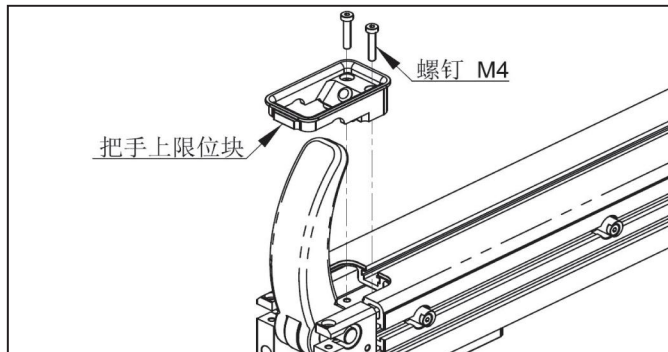

图 9-7
(7) 如图 9-7，拆下锁紧把手前方的 2 个螺钉取出把手上限位块。